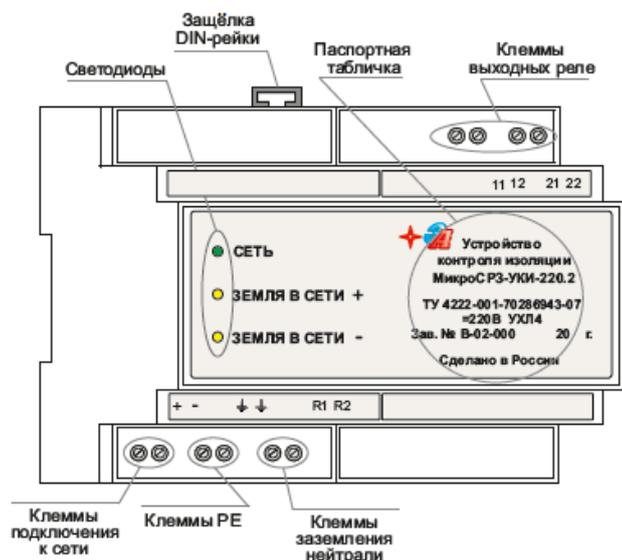

Рис. 2. Основные элементы УКИ
4.7. Габаритные и установочные размеры УКИ указаны на рис. 2 Приложения.